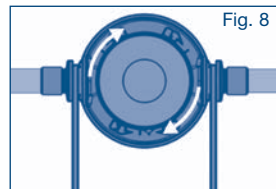

Fig. 8
2. Existem quatro possibilidades para ajustar o bypass. O ajuste de bypass definido de fábrica é "2". O ajuste do bypass pode ser feito rodando a protecção da cabeça do filtro (ver fig. 8). Rode a protecção para a esquerda ou para a direita até que a marcação indique o valor desejado e a protecção engate.